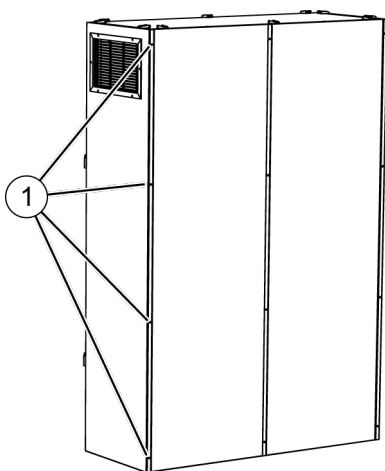

Abb. 47: Verkleidungen verschrauben
- 36.** ▶ Rechte und hintere rechte Verkleidung miteinander verschrauben (Abb. 47/1).